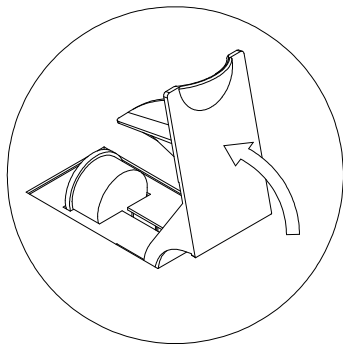

fig.1
-Posizionare la tazzina sotto l'erogatore del caffè (D).
-Aprire lo sportello (G), posizionato sopra la macchina, ed introdurre la capsula nell'apposita guida (fig.1).
-Chiudere lo sportello (G) con una leggera pressione.